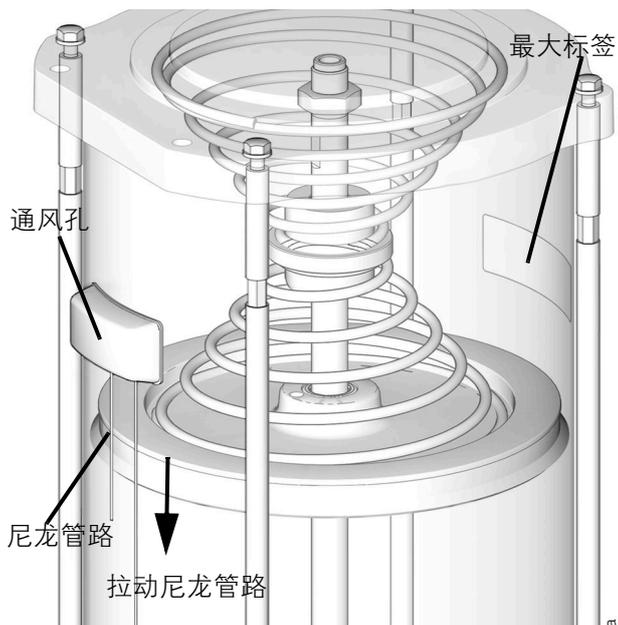

图 10
注意：如图 10 所示拉动尼龙管路，以避免将通风孔拉离泵体。
- 继续加注，直到压油盘到达略低于通风孔的“最大”标签（图 10）。